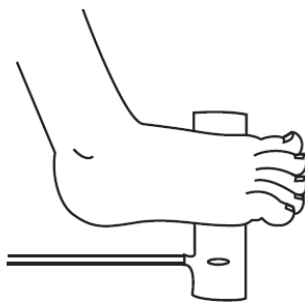

Рис. 2
- пальцем. В качестве альтернативы детектор может быть прикреплен к верхней части стопы (не показано). Для обеспечения точности данных необходимо полное покрытие окна детектора (см. Рис. 2).